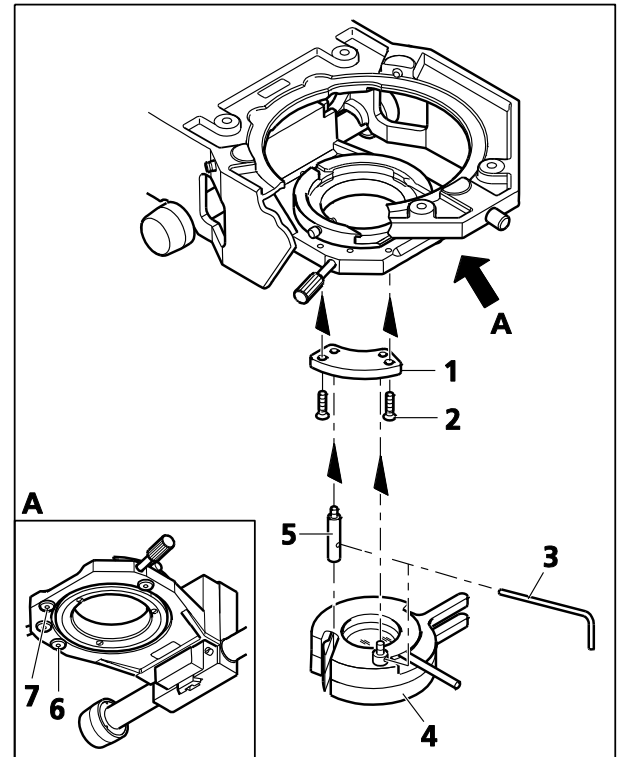

Fig. 75 Installation du polariseur D, fixe
- Fixer la pièce de calage (Fig. 75/1) avec les vis (Fig. 75/2) sur le porte-condenseur à l'aide des orifices (Fig. 75/6 et 7).
- Maintenir le polariseur (Fig. 75/4) parallèle à la partie inférieure du porte-condenseur. À l'aide du levier de réglage du décalage (Fig. 75/3), visser à fond la vis de fixation du polariseur (Fig. 75/4) dans le trou taraudé à l'arrière de la pièce de calage.
- À l'aide du levier de réglage (Fig. 75/3), visser à fond le boulon de verrouillage (Fig. 75/5) dans le trou taraudé avant de la pièce de calage.